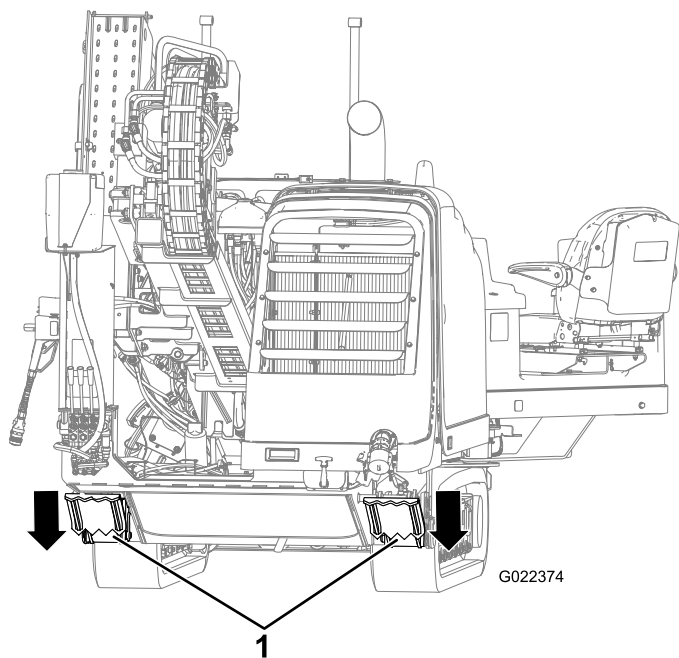

Figure 45
5. Abaissez les stabilisateurs arrière jusqu'à ce qu'ils soient bien en appui sur le sol, ou jusqu'à ce que l'angle de pénétration voulu soit obtenu (Figure 45).